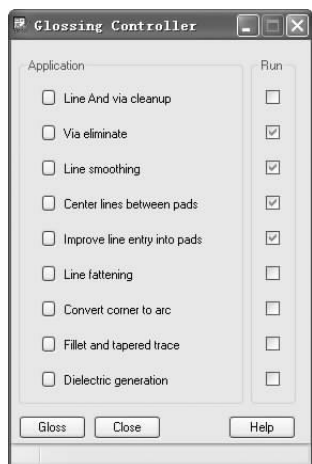

图 12-48 “Glossing Controller
1) 选择菜单栏中的“Route（布线）”→“Gloss（优化设计）”→“Paramenters（参数设定）”命令，系统弹出“Glossing Controller（优化控制）”对话框，如图 12-48 所示。